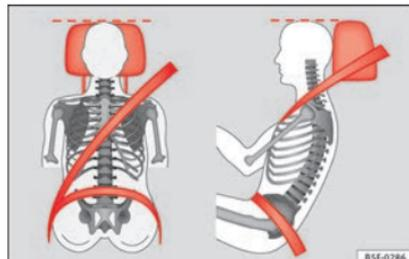

Abb. 74 Richtig eingestellte Kopfstütze von vorne und seitlich betrachtet.
– Stellen Sie die Kopfstützen so ein, dass sich die Oberkante der Kopfstütze möglichst auf einer Linie mit dem oberen Teil des Kopfes, jedoch nicht niedriger als Augenhöhe befindet »» **Abb. 74**.